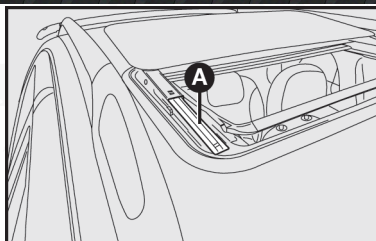

fig. 98
-  Limpie periódicamente y/o según la necesidad los mecanismos de movimiento del toldo solar, rieles y empaques fig. 98.
-  Tras la limpieza es necesario lubricar moderadamente los elementos de deslizamiento A-fig. 98 del mecanismo con vaselina sólida. En caso de dificultades, diríjase a su Distribuidor Autorizado Ram.